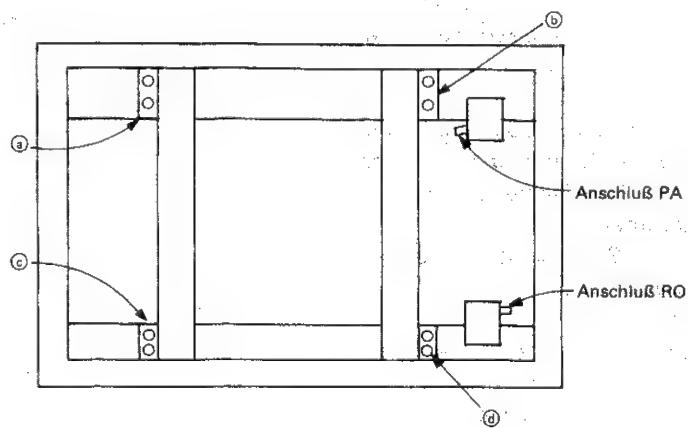

Abbildung 33 Drehmechanismuseinheit mit entfernter Rückwand
- (4) Den Relaisanschluß trennen, der zum Anschließen der Plungerleitungen zwischen den Drehmechanismuseinheiten (rechts und links) und der Hauptleiterplatte verwendet wird, dann die Anschlüsse RE und FF trennen, die zum Anschließen der Motorleitungen an die Hauptleiterplatte dienen. Außerdem die Leitungen von den Leitungshaltern entfernen und diese in der Nähe der rechten und/oder linken Drehmechanismuseinheit lassen.
- (5) Die acht Schrauben entfernen, je zwei an den Stellen ④, ⑤, ⑥ und ⑦, wie aus Abbildung 33 ersichtlich ist.
- (6) Die Schrauben abschrauben, die zum provisorischen Befestigen der Schreibblattafel verwendet worden sind, und die Schreibblattafel vom Hauptkörper abnehmen. Dabei darauf achten, daß sich die Leitungen der Drehmechanismuseinheit nicht zwischen Hauptkörper und Schreibblattafel verfangen.
(5) Unter Bezugnahme auf Abb. 33 die Schrauben an den Stellen ④, ⑤, ⑥ und ⑦ einschrauben.
(6) Die Plungerleitung (von der Drehmechanismuseinheit kommend) an den Relaisanschluß und die Leitungen (vom Motor kommend) an die Anschlüsse RE und FF an der Haupteiterplatte anschließen. Die Leitungen mit Hilfe der Leitungshalter richtig verlegen.
(7) Die beiden Schrauben abschrauben, mit denen die Schreibblatttafel provisorisch befestigt worden ist, und das Schreibblatt gemäß der Anweisung im Abschnitt "Anbringen des Schreibblattes" an der Tafel anbringen.
(8) Rückwand, Drucker, Papierführung und Papiertrog in dieser Reihenfolge am Hauptkörper anbringen. Damit ist das Auswechseln der Drehmechanismuseinheit beendet.